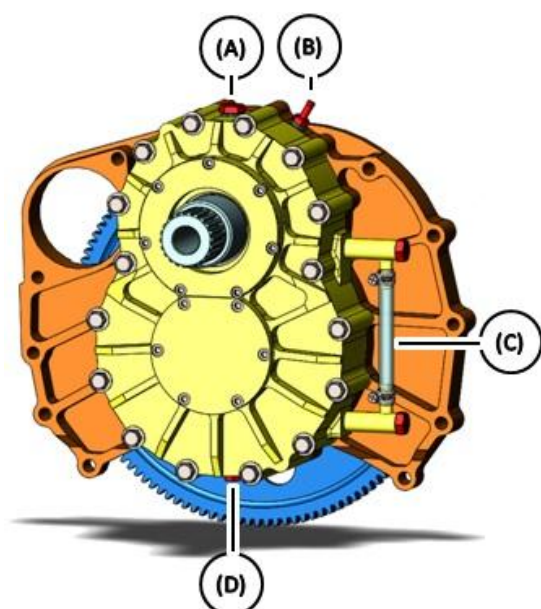

Рисунок V-4
2) Слейте трансмиссионное масло в подходящую емкость, отвернув сливную пробку (Рисунок V-4) в нижней части корпуса редуктора.
- (A) – пробка заливного отверстия
- (B) – штуцер масляного сапуна
- (C) – масломерная трубка
- (D) – пробка сливного отверстия
4) Открутите пробку заливного отверстия (Рисунок V-4) в верхней части корпуса редуктора. Вставьте воронку.
- 5) Залейте свежее трансмиссионное масло в корпус редуктора через заливное отверстие. Для контроля уровня масла в редукторе на его корпусе установлена прозрачная масломерная трубка (Рисунок V-4). В норме она заполнена маслом до середины.